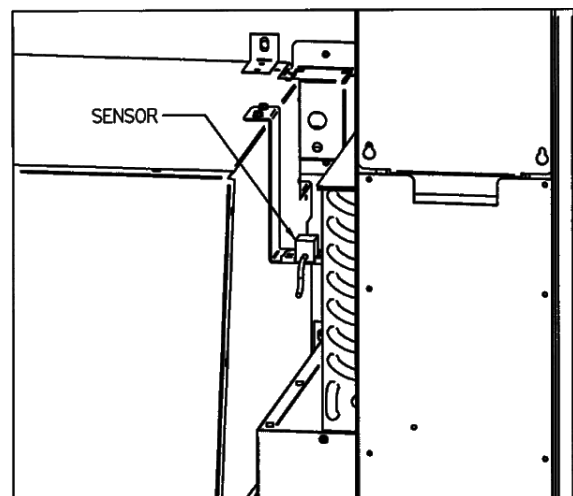

Figura 8.3 Sensor de Temperatura
4. El sensor se monta en una placa de sujeción entre dos retenes (Figura 8.3). Para retirarlo, primero desenrede el cable del sensor de las dos ranuras en la placa, y después deslice el sensor fuera de los dos retenes.